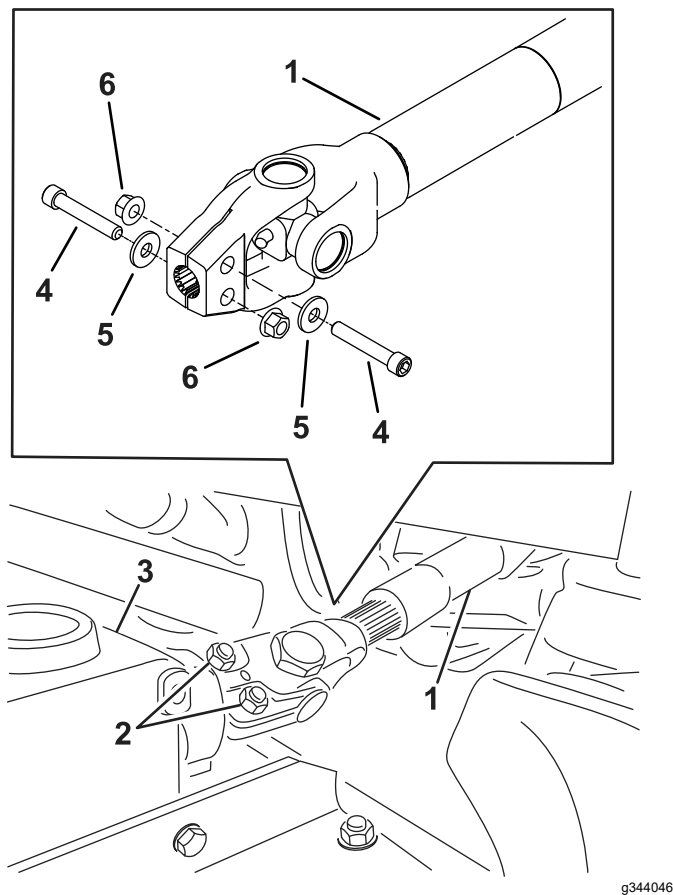

Figure 4
2. Retirez les boulons et les écrous de l'arbre de PDF (Figure 4) et détachez la chape de l'arbre de l'accessoire avant. Mettez les fixations au rebut.
7. Glissez la chape de l'arbre de PDF sur l'arbre de l'accessoire avant, et fixez les arbres ensemble à l'aide de 2 boulons à tête hexagonale creuse ($\frac{3}{8}$ " x $2\frac{1}{4}$ "), 2 rondelles et 2 écrous à embase ($\frac{3}{8}$ ") à l'opposé les uns des autres, et serrez-les alternativement (Figure 4).